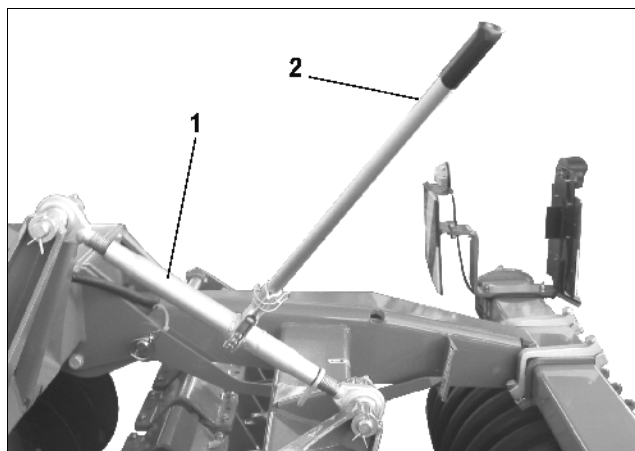

Fig. 15
- Djupinställningen sker genom att vantskruven (Fig. 15/1) skruvas in/ut med handtaget (Fig. 15/2).